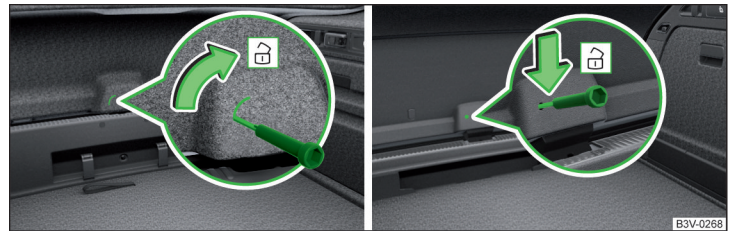

Abb. 351 Klappe entriegeln: Variante 1 / Variante 2
- › In die Aussparung bzw. Öffnung in der Klappenverkleidung » Abb. 351 einen Schraubendreher oder ein ähnliches Werkzeug bis zum Anschlag einführen.